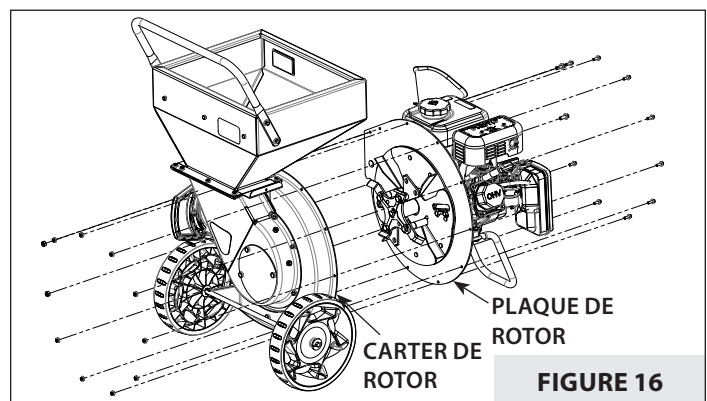

FIGURE 16
3. Détacher le carter de rotor et la trémie de la plaque du rotor. **VOIR FIGURE 16.**
- Remonter le carter de rotor et la trémie. **VOIR FIGURE 16.**